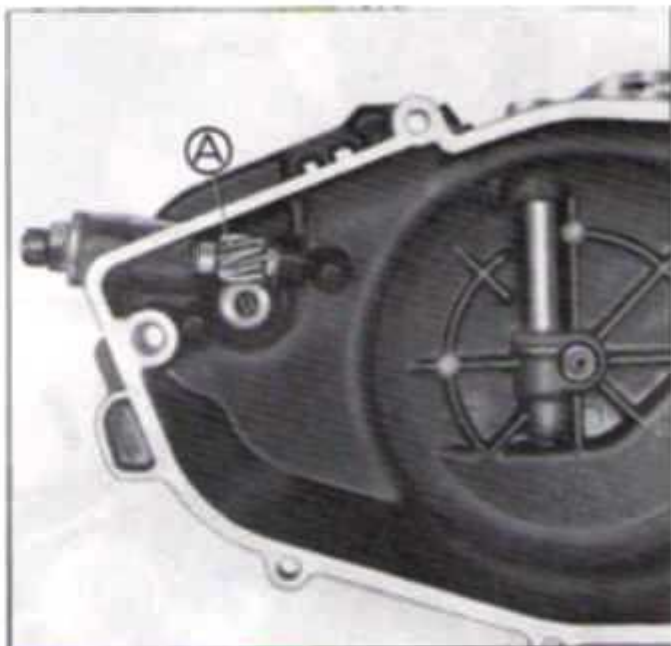

FIG. M49 - A. CONJUNTO DO PINHÃO DO CONTAGIRO.
1. Montar o conjunto do pinhão do contagiro. Figura M49.